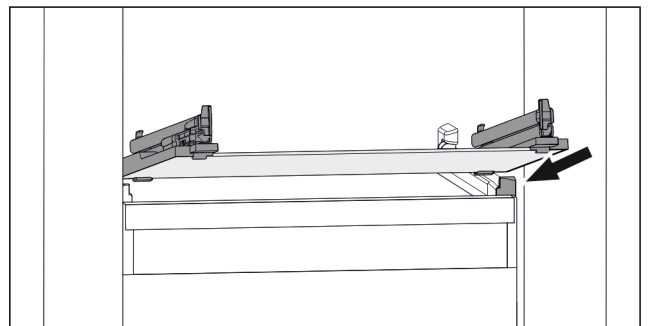

Fig. 47 Az üveglap példaként szolgáló ábrázolása
- ▶ Helyezze a fiókot ferdén az ütközők mögé. (lásd Fig. 47)